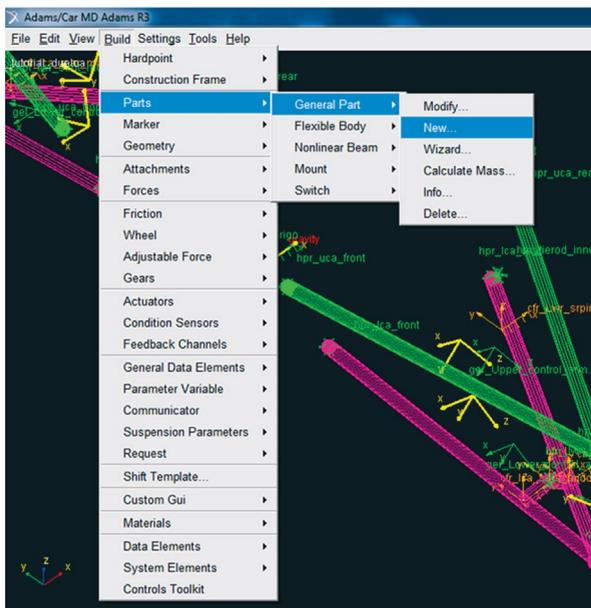

Figura 5.68 – Tela correspondente à opção de construção do *General Part* “Upper-strut”.
- Acesse o menu *Build* → *Parts* → *General Part* → *New*, conforme a Figura 5.68.